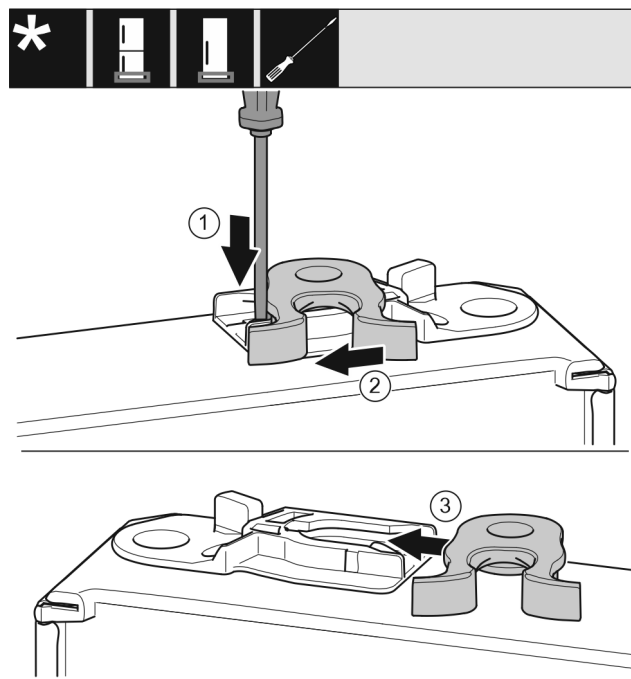

Fig. 39 *
- ▶ Plochým šroubovákem přitlačte lamelu Fig. 39 (1) dolů.*
- ▶ Vytáhněte petlici Fig. 39 (2) z vedení.*
- ▶ Petlici Fig. 39 (3) zasuňte do vedení na druhé straně.*